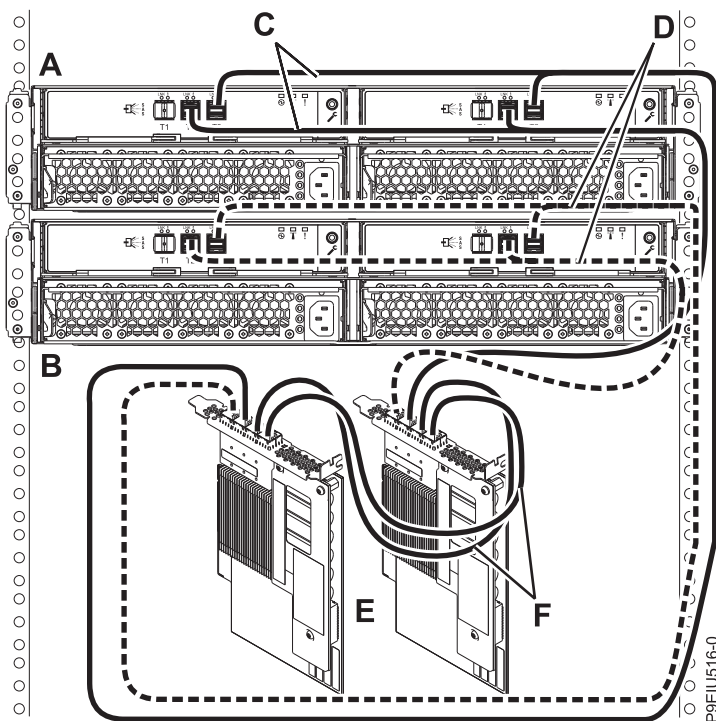

Рисунок 16. Подключение двух корпусов хранения ESLL или ESLS с помощью кабелей YO12 к паре адаптеров SAS FC EJ0L или FC EJ14, соединенных кабелями AA (режим 1)
16. Подключите два корпуса (**A и B**) с помощью кабелей YO12 (**C и D**) к паре адаптеров SAS FC EJ0L или FC EJ14 (**E**), соединенных кабелями AA (**F**), в режиме 1 (см. рис. 16 на стр. 17) и перейдите к разделу “Подключение кабелей данных, кабелей питания и установка крышек” на стр. 24.